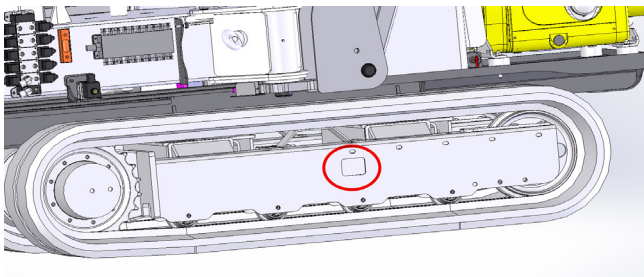

Fig.5.3
- Vérifier la tension des chenilles, (uniquement pour la version chenille). S'ils sont fléchis, il est recommandé de les mettre sous tension à l'aide d'une pompe de graissage (6 bars), comme illustré à la Fig. 5.3.